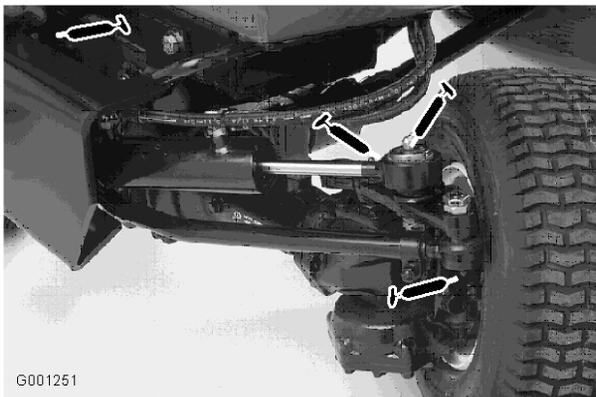

Figura 44
- estremità dei tiranti (2) (Figura 44)
- estremità dell'asta del cilindro (2) (Figura 44)
- perni sterzanti (2) (Figura 44)
- perno del fuso a snodo dell'assale (Figura 44)